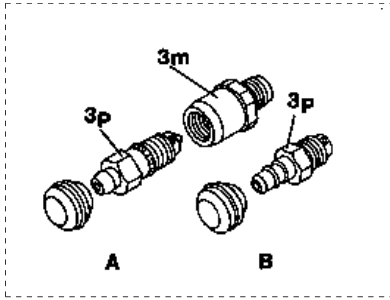

Bild 2
- 3p Ölablaßschraube (Anordnung siehe Bild 2 und 3)